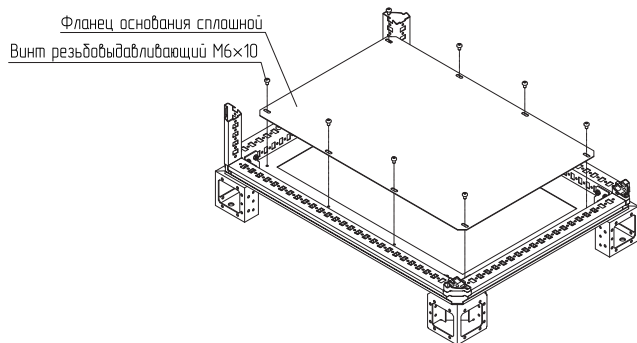

Рисунок 3
4.1.2 Приложить фланец основания сплошной/ вентилируемый к основанию шкафа и закрепить винтами М6×10 (рисунок 3, 4). Момент затяжки – 7 Н·м. Винты М6×10 входят в комплект крыши и основания.